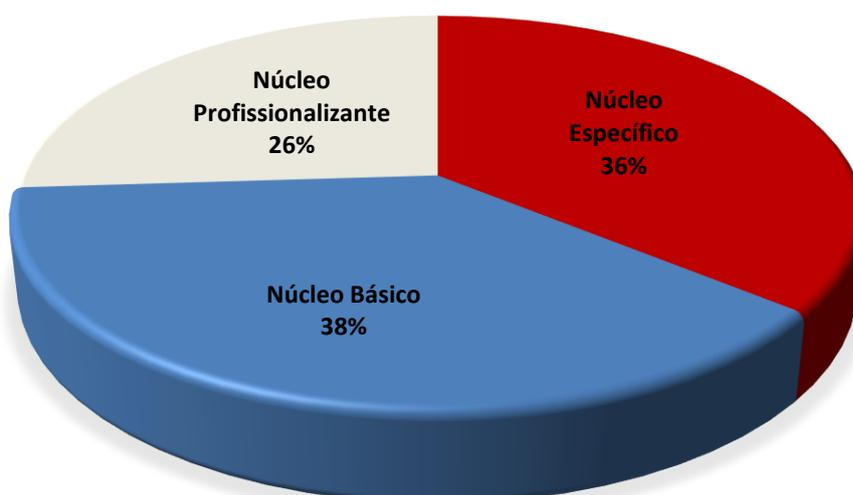

Figura 1 – Relação de distribuição da carga horária do curso de Engenharia Elétrica entre os núcleos de formação.
As disciplinas que compõem a estrutura curricular do curso de Engenharia Elétrica do Ifes *campus* Guarapari e seus conteúdos programáticos, coerente com a tendência contemporânea de formação de um Engenheiro Eletricista, foram pensadas tendo como foco assegurar o desenvolvimento das competências estabelecidas no perfil do egresso, conforme orienta as Diretrizes Curriculares Nacionais do Curso de Engenharia dispostas na Resolução CNE/CES 02/2019 (CNE/CES, 2019), e também em harmonia com a Resolução CS 29/2017 (IFES.2017) a qual estabelece o núcleo comum dos cursos de Engenharia do Ifes. As distribuições percentuais das disciplinas são: Núcleo Básico (B) – 38% (mínimo 30%); Núcleo Profissionalizante (P) – 26% (mínimo 15%); e Núcleo Específico – 36%. O gráfico apresentado na Figura 1 mostra a distribuição da carga horária do curso em cada núcleo e a Tabela 8 lista as disciplinas de cada núcleo.